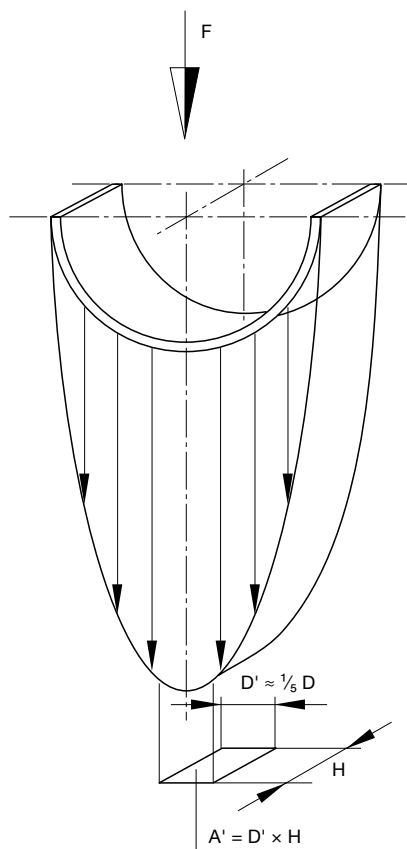

Рис. 6.1 Распределение давления по несущей площади
Эти боковые силы (F) приводят к распределению давления, как показано на рисунке 6.1. На практике расчеты, основанные на проектируемой поверхности, оказались простым и более полезным методом. Это означает, что нагрузка на несущую площадь (A) может быть рассчитана исходя из длины (H), умноженной на диаметр (D) (см. рис. 6.2). Полученная поверхность приблизительно в пять раз больше, чем предполагаемая несущая площадь на рисунке 6.1, поэтому должны рассматриваться более низкие специфические нагрузки. Для того чтобы получить такие же величины для боковых сил " F ", специфическая нагрузка должна составлять только $\frac{1}{5}$ от максимальной силы, показанной на рис. 6.1. Указанные допустимые специфические силы ($F_{perm.}$) принимают это во внимание, а упомянутое допустимое специфическое давление относится к проектируемой поверхности, см. рис. 6.2.